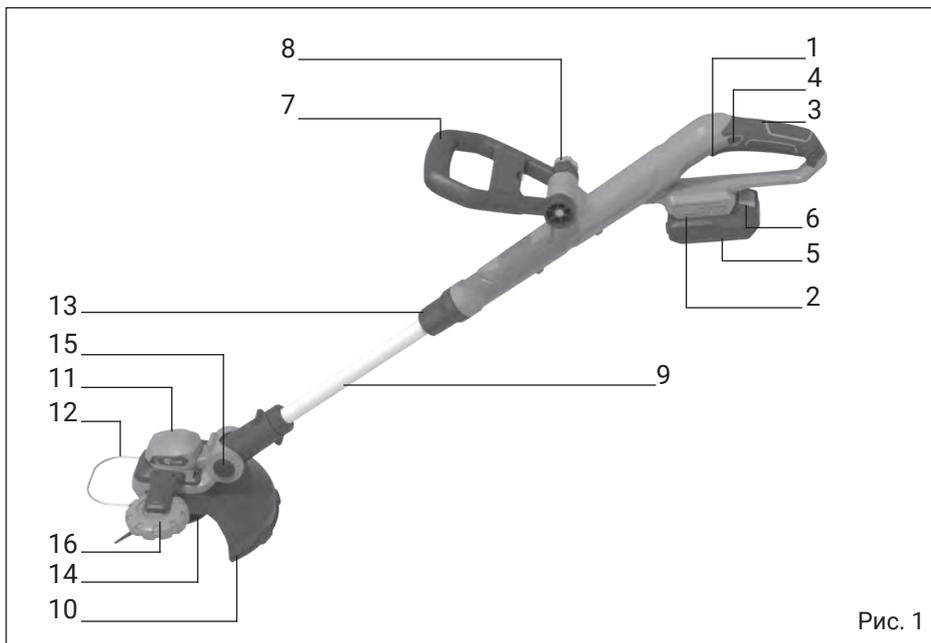

Рис. 1
Основные функции и внешний вид триммера на рис. 1.
3.3 Аккумуляторный триммер состоит из электродвигателя постоянного тока в пластиковом корпусе (рис. 1, поз. 11) на который крепятся , защитный пластиковый кожух (рис.1, поз. 10), металлический ограничитель (рис. 1, поз. 12), а также режущая головка с леской и направляющее колесо (рис. 1, поз. 16). Нижняя часть тримера соединяется телескопической штангой (рис.1, поз. 11) с основной рукояткой (рис. 1, поз. 3) на которой располагаются, выключатель (рис. 1, поз. 1) и фиксатор выключателя (рис.1, поз. 4), платформа для подключения аккумулятора (рис. 1, поз. 2), а также регулируемая дополнительная рукоятка (рис. 1, поз. 7).
3.4 Для начала работ необходимо нажать на выключатель (рис. 1, поз. 1), Для остановки электродвигателя необходимо отпустить выключатель (рис. 1, поз. 1).
Для снятия аккумулятора необходимо нажать кнопка фиксатора аккумулятора (рис. 1, поз. 6) и сдвинуть его немного назад.
Отрегулируйте телескопическую штангу (рис. 1, поз. 9) по высоте на удобное для оператора расстояние с помощью кольца фиксатора (рис. 1, поз. 13), для этого необходимо ослабить кольцо фиксатора (рис. 1, поз. 13) открутив его против часовой стрелки, после чего отрегулировать нужную высоту и зафиксировать это положение закрутив кольцо фиксатора (рис. 1, поз. 13) в обратной последовательности.
Отрегулируйте нижнюю часть триммера, так что бы во время работы режущую часть удобно было перемещать параллельно поверхности скашивания, для этого необходимо нажать и удерживать кнопку регулировки угла наклона нижней части триммера (рис. 1, поз. 15), установить необходимый угол наклона и отпустить кнопку регулировки в исходное положение.
Установите дополнительную рукоятку в удобное положение, ослабив ручку регулировки (рис. 1, поз. 8), после чего зафиксируйте это положение ручкой регулировки (рис. 1, поз. 8).
При скашивании газона около забора или бордюра рекомендуется использовать направляющее колесо (рис. 1, поз. 16), это предотвратит пор-